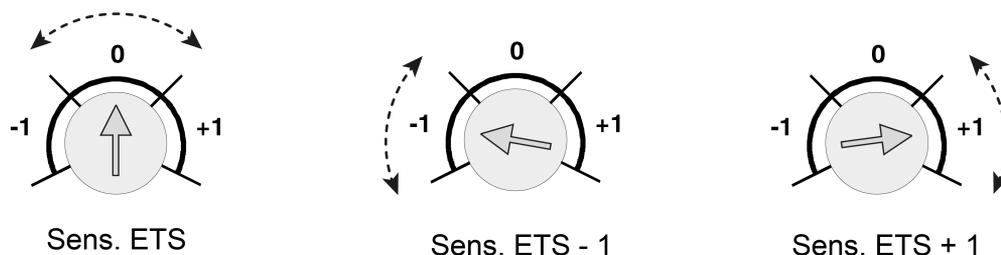

Bild 8: Einstellbereiche des Einstellers "Sens." am Gerät (-1 <-> 0 <-> +1)
- (3) Zierring
- (6) Einsteller **Sens.** zur manuellen Empfindlichkeitskorrektur
- (7) Programmier Taste
Die Empfindlichkeit der Bewegungserfassung, die ein Maß für die Reichweite der PIR-Auswertung ist, kann getrennt für die PIR-Sektoren A, B und C in der ETS parametrierbar und ist darüber hinaus vor Ort am Gerät nach der Inbetriebnahme veränderbar. Hierzu verfügt das Gerät über den Einsteller **Sens.** (6), der das Verändern der parametrierbaren Empfindlichkeitseinstellung aller PIR-Sektoren ermöglicht. Die Empfindlichkeit kann dadurch um maximal eine Stufe verringert oder erhöht werden. Der Einstellbereich in drei Teilbereiche aufgeteilt (Bild 8).